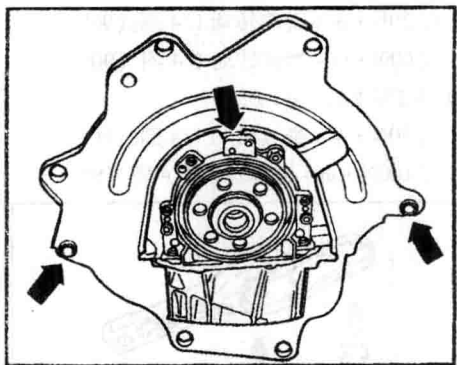

图 1-26 安装垫板
- 4) 如图 1-26 所示，将垫板嵌到密封法兰上，然后推到定位套上。